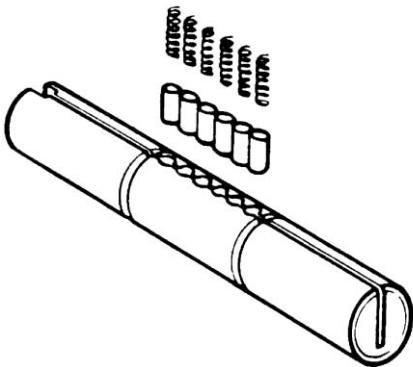

Рис. 7.32. Таблица для определения высоты установки (сверху) и вставка верхних пинов (внизу) (С разрешения компании Schlage Lock Company)
- 7. По таблице для определения высоты стопки комбинации нижних и мастер-пинов выбрать правильные верхние пины (вверху на рис. 7.32).
- 8. Вставить верхние пины и пружины в соответствующие отверстия установочного стержня (внизу на рис. 7.32).